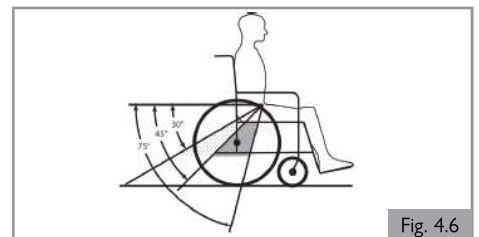

Fig. 4.6
18. Siempre es mejor un ángulo más pronunciado (o mayor) dentro de la zona de preferencia, o sea, más cercano a los 75°, pero nunca excediéndolos. (Fig. 4.6).